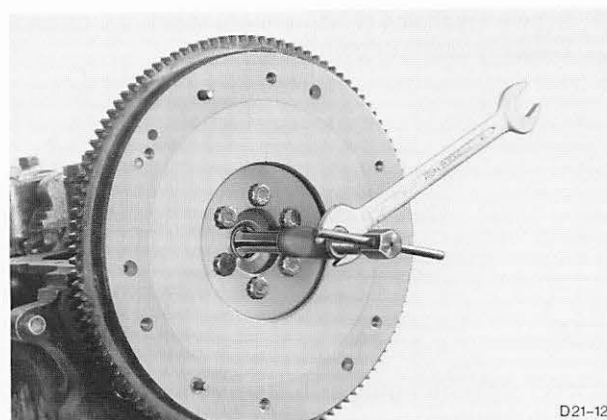

Abb. 43 Nadellager-Kurbelwelle mit Spezialwerkzeug 21-036 herausziehen
25. Nadellager-Kurbelwelle mit Spezialwerkzeug 21-036 aus der Kurbelwelle ziehen, Abb. 43.